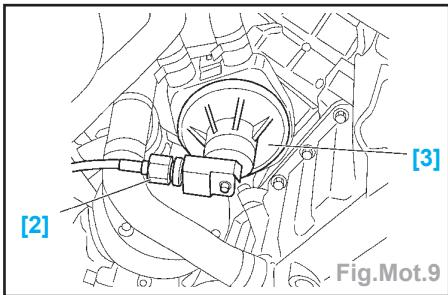

Fig.Mot.9
- Monter, à la place du filtre à huile, le raccord [3] et son flexible [2] ainsi que le manomètre (Fig.Mot.9).